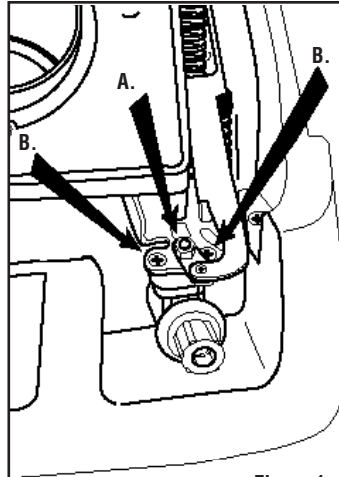

Figura 1
2. Use la llave de 7/16" para quitar la tuerca de la válvula de agua y la arandela de presión (letra A en la figura 1).
4. Retire los tornillos Phillips (letra B en la figura 1).